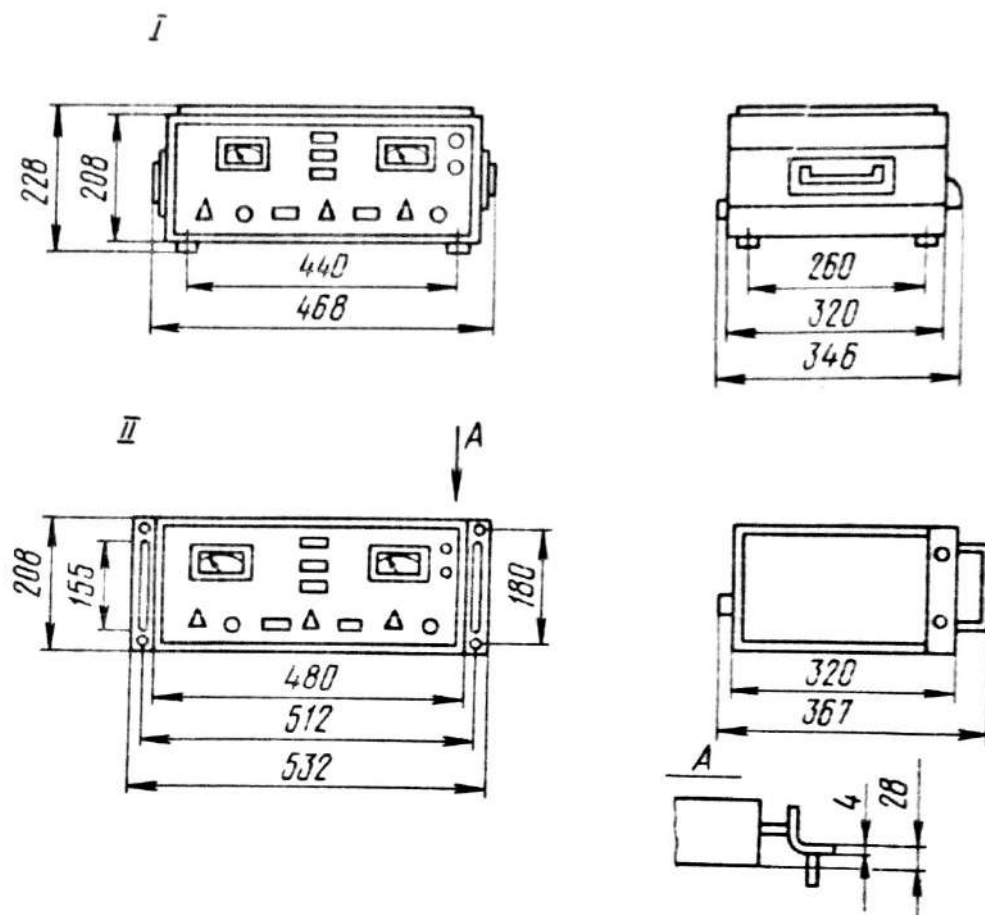

Рис.3. Общий вид измерительного блока вакуумметра ВИТ-3 с габаритными размерами:
Измерительный блок выполнен как настольный прибор с возможностью установки его в различные стоечные устройства. Основу конструкции измерительного блока составляет каркас из литых деталей с обшивками. Все узлы и детали измерительного блока размещены на шасси, вставленном в каркас, и на крепящейся к каркасу передней панели. На передней панели установлены два стрелочных прибора. Электрометрический каскад размещен внутри измерительного блока. Разъемы для подсоединения манометрических преобразователей расположены на задней стенке шасси. Для улучшения обзора шкал стрелочных приборов измерительный блок снабжен скобой (ножкой) на поддоне, которая служит подставкой для удобного расположения вакуумметра с наклоном передней панели. Для возможности установки измерительного блока в стандартную стойку придаются две ручки, которые должны крепиться винтами к каркасу измерительного блока. При установке в стойку необходимо снять обшивку и ножки с каркаса прибора. Общий вид и габаритные размеры измерительного блока представлены на рис.3.
5.4.3. Стабилизатор тока эмиссии катода ионизационного преобразователя. В измерительном блоке использован стабилизатор тока эмиссии катода СТ-2-3 (см. прил. I, рис.3).
Принцип действия стабилизатора тока эмиссии СТ-2-3 следующий: на вход стабилизатора (контакты 4-5, см. прил. I, рис.3) подается сигнал ошибки, вызванный изменением тока эмиссии.
Через эмиттерные повторители 1 и 4 (см. прил. I, рис. 3) сигнал подается на составной регулирующий транзистор 5 или 72 (см. прил. I, рис. 3 или рис. I) и меняет его внутреннее сопротивление, меняя тем самым нагрузку регулирующего трансформатора.